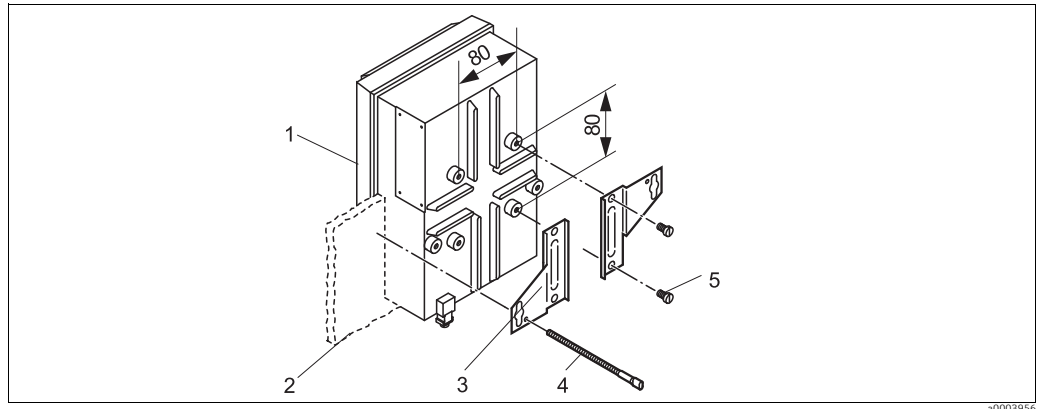

Abb. 10: Schalttafeleinbau
3. Befestigen Sie die Halterungsplatten (Pos. 3) mittels der Befestigungsschrauben (Pos. 5) gemäß Abb. 10 auf dem Gehäuseunterteil des Messumformers.